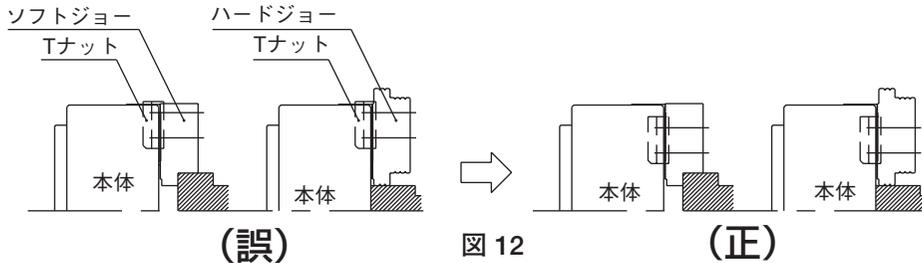

図 12
- Tナットはマスタジョーより飛び出さない状態で使用すること。(図12参照)